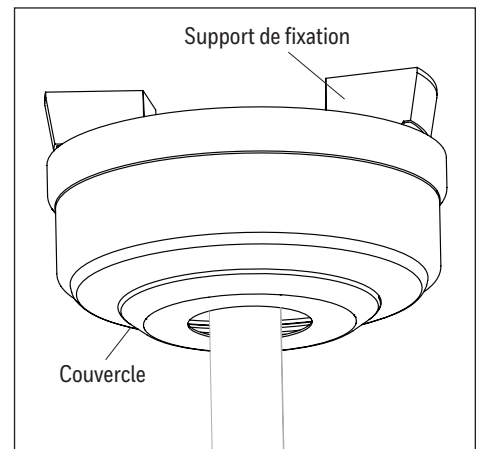

Figure 5.3
3. Soulevez la base, assurez-vous que les aimants situés au bas du support de montage maintiennent la base en place (Figure 5.3).